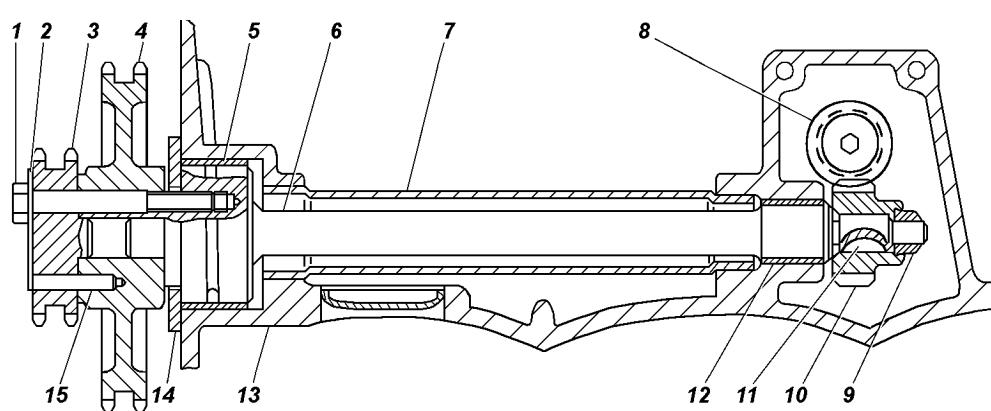

Рис. 4.32. Вал промежуточный:
- отверните болты фланца 14 (рис. 4.32) промежуточного вала;